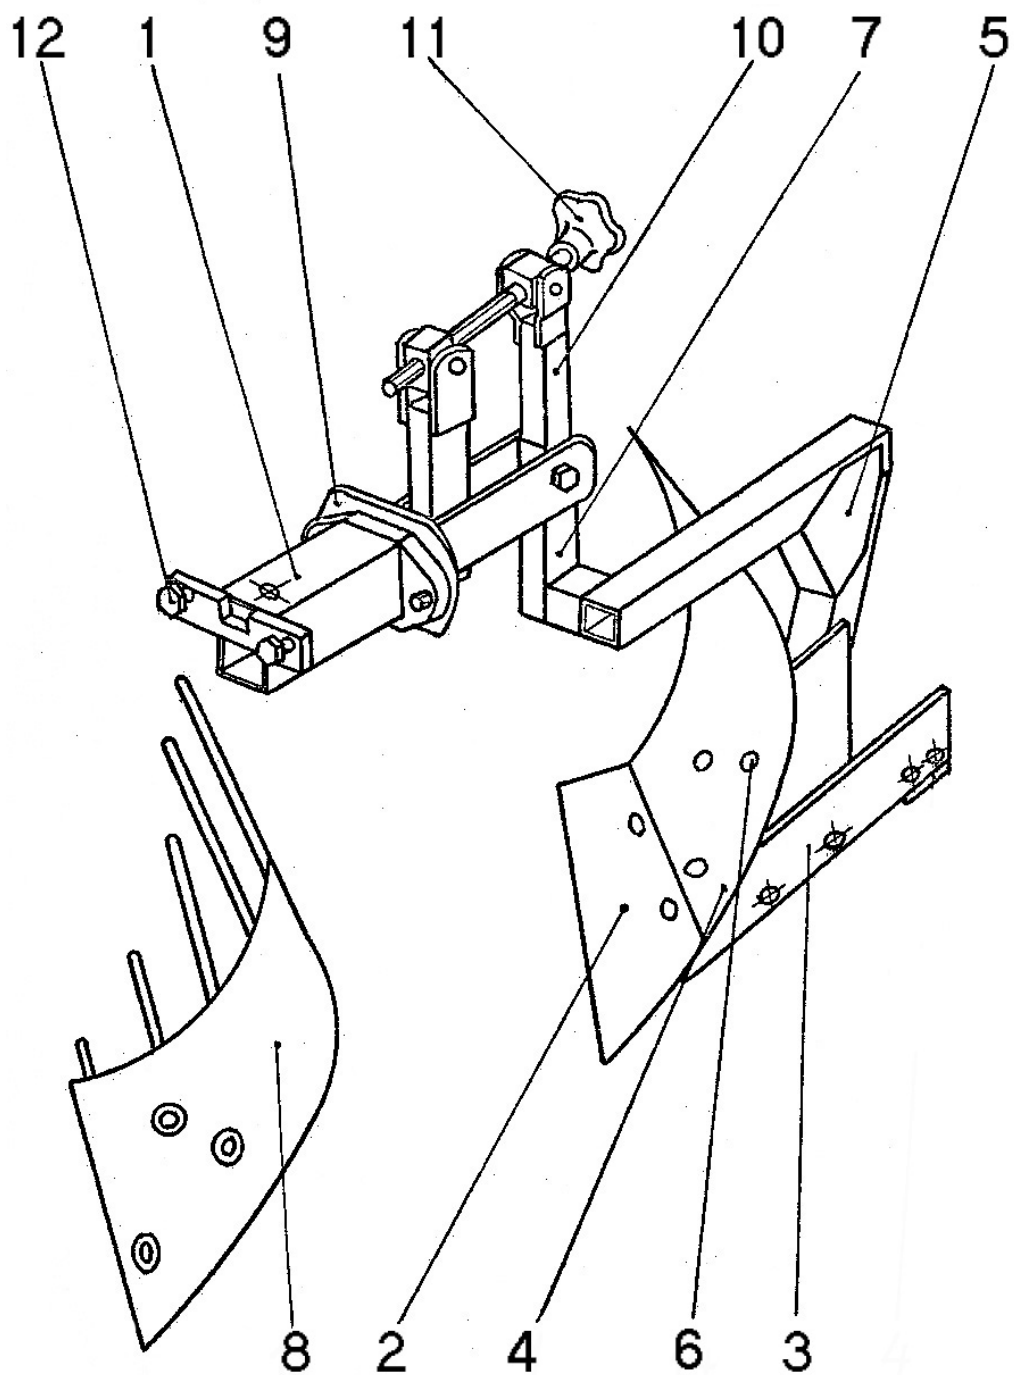

Рисунок 2 – Плуг ПУ-00.000-01
5.2 Подготовку к работе плуга ПУ-00.000-01 производите в следующей последовательности: соедините сцепку 1 (рисунок 2) с плугом (если она отсоединена), для чего стойку сцепки 10 вставьте в отверстие трубы 7 и зафиксируйте пальцем с гайкой. Установите мотоблок на подножку. Вставьте сцепку с плугом в зев скобы прицепной мотоблока и зафиксируйте ее шкворнем мотоблока.